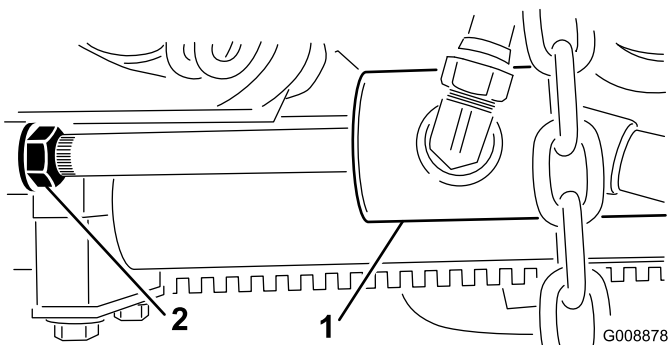

図 13
B. シリンダについているジャムナットを戻す (図 13)。